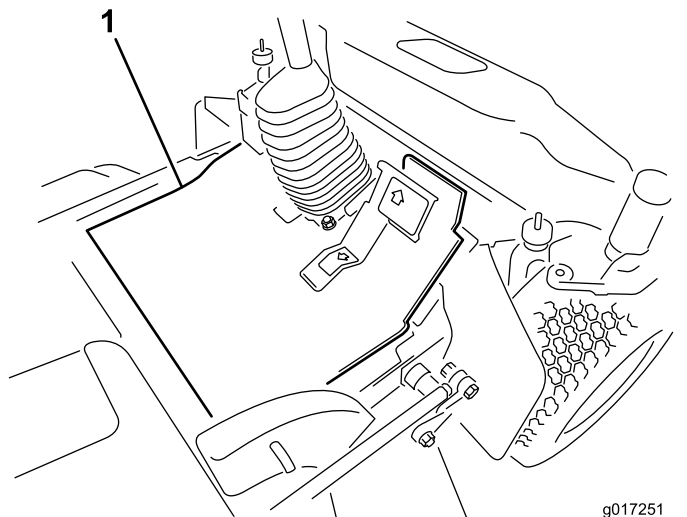

図 10
- ブレーキペダルの上からフロアマットを被せ、マットについているスリットを使って、走行ペダルを取り囲むようにマットを敷く図 10。